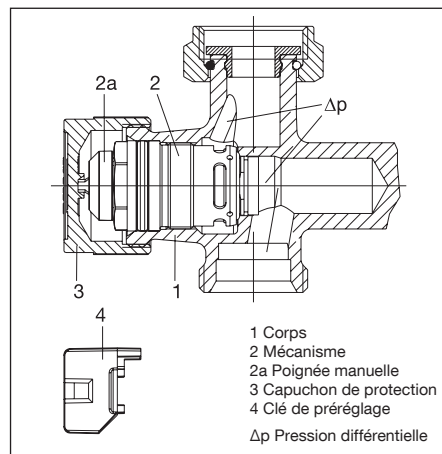

Fig. 5 Configuration du robinet thermostatique
Le débit maximal peut être réglé à l'aide de la clé de préréglage (pos. 4, fig. 5) (voir paragraphe 7.3).
Avec l'appareil de mesure raccordé, la pression différentielle disponible au corps de robinet est mesurée. Pour ce faire, dévisser le mécanisme (pos. 2, fig. 5) à l'aide du «Demo-Bloc» et effectuer une mesure avec la tige pour mesurer la pression différentielle. Dès que la pression différentielle mesurée atteint un niveau supérieur ou égal à la pression différentielle Δp_{min} (voir 4.1), elle est assez élevée pour permettre la régulation automatique du débit par le robinet.
Procéder au préréglage selon la valeur souhaitée à l'aide de la clé de préréglage (pos. 4, fig. 5). Le préréglage ne peut être effectué qu'à l'aide de la clé de préréglage fournie qui est montée sur la poignée manuelle (pos. 2a, fig. 5). Cela évite tout risque de déréglage de la valeur réglée par des personnes non autorisées.